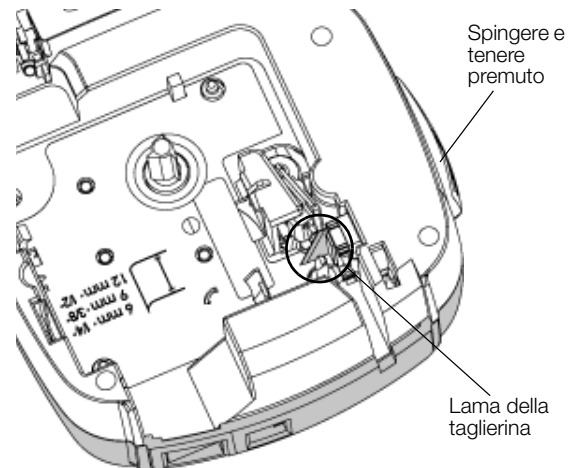

Figura 7
- 2 Tenere premuto il pulsante della taglierina per esporre la lama. Vedere la Figura 7.